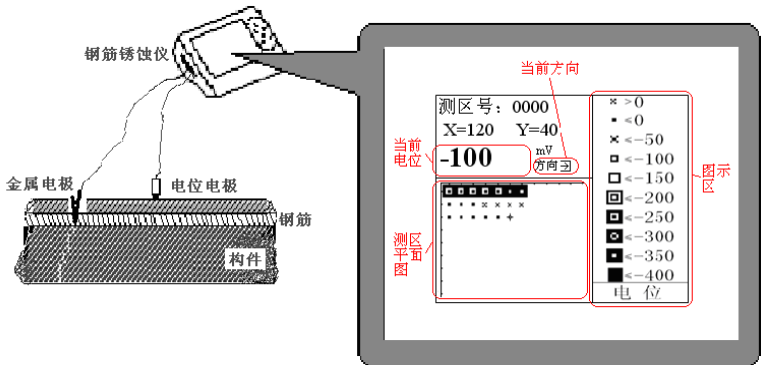
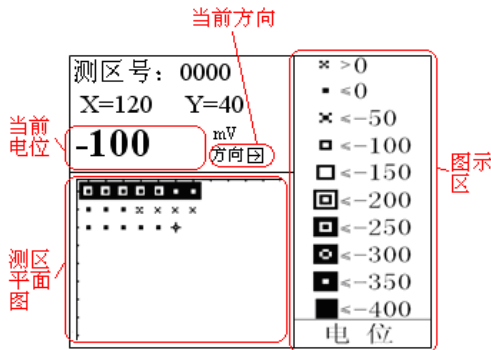
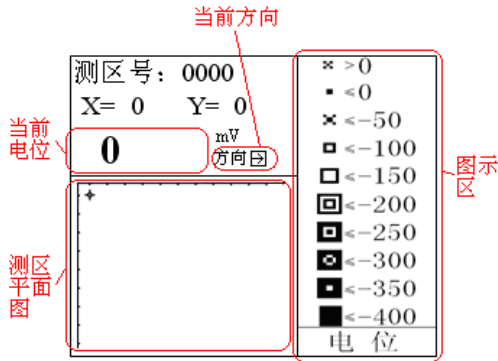

图 2.3 钢筋锈蚀仪测量方式示意图
图 3.4 测试界面
图 3.5 测试界面
- 凿开一处混凝土露出钢筋，并除去钢筋锈蚀层，把连接黑色信号线的金属电极夹到钢筋上，黑色信号线的另一端接锈蚀仪“黑色”插座，红色信号线一端连电位电极，另一端接锈蚀仪“红色”插座(如图 2.3 所示)。
其中右侧图示区相关信息随测试类型设置改变而改变，设置完成按 **确定** 键如原测区参数无改变则调出原测区测点信息转入测试界面(如图 3.4 所示)，并实现在原测区中续测的功能；如果原测区参数经过改变则将新建测区转入测试界面(如图 3.5 所示)。
设置完“测区号”，“测点间距”，“测试类型”，“环境温度”参数后，按图 2.3 检查电位电极连接是否正确，按`确定`键进入测试界面如图 3.4/图 3.5，横向为 X 方向，纵向为 Y 方向，图中光标“+”为当前测点位置。当把电位电极放在测区测点上，测量电位值以大粗题字显示，电位值稳定后按`确定`键，即完成该点测试；